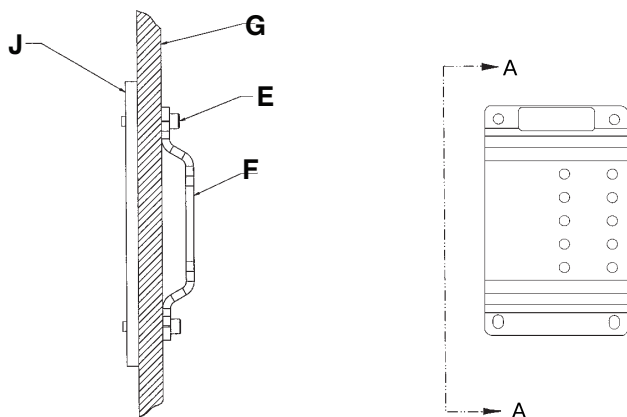
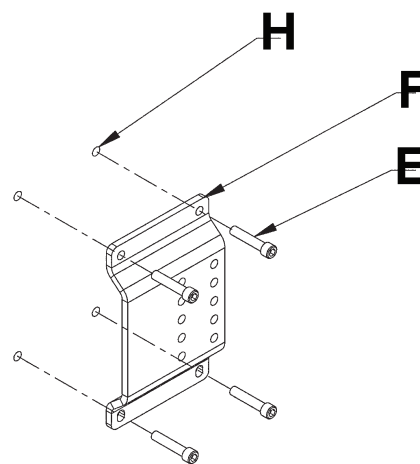

Figura 18 – Soporte de placa de pared y apoyo de acero
Figura 19 – Soporte de placa de pared y puntos de posicionamiento
6. Con los cuatro tornillos de cabeza cilíndrica Allen de 5/16 in de diámetro (E) (no suministrados), ancle el soporte de pared (F) mediante los orificios de 11/32 in de diámetro (G) a la pared (H) (Figura 18 y Figura 19).
Nota - Se necesita una placa de apoyo de acero (o equivalente) (J) (no suministrada) para tener un apoyo adicional (Figura 18).